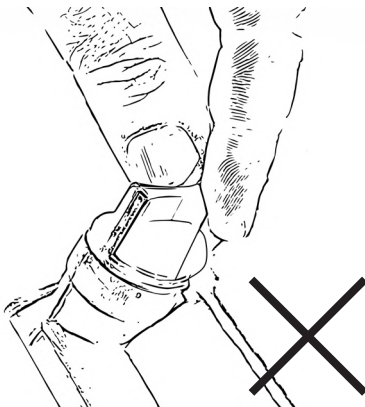

Abbildung 14
Niemals Öleinfüllstopfen mit verbundenen Messstab beim Ablesen des Ölstands in das Gewinde drehen. Das führt zu einem falschen Messergebnis, Abb.14.
- Tauchen Sie den Messstab vollständig in das Öl ein. Drehen Sie niemals den Messstab in das Gewinde, Abb.14.